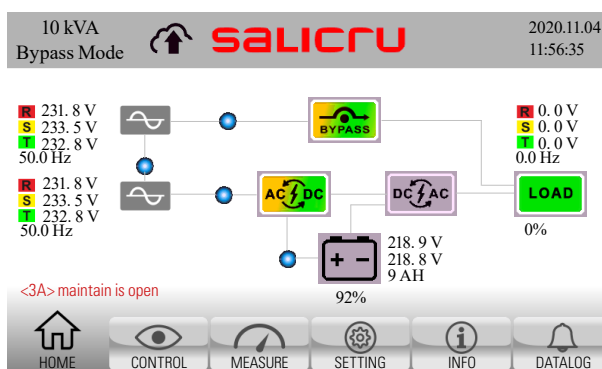

Fig. 58. Écran principal du panneau de commande avec l'avertissement de contact de bypass manuel ouvert.
3. Retirer le blocage mécanique de l'interrupteur de bypass manuel de l'onduleur (Q5) (uniquement pour les appareils au format tour) : desserrer les vis et retirer le cache métallique (voir Fig. 58).
4. L'équipement informe, par le biais de l'écran principal, à propos de l'état actuel avec l'avertissement <3A> maintain is open (Contact bypass de maintenance ouvert). Voir Fig. 58.
7. Vérifier que l'onduleur délivre la tension à la sortie par l'interrupteur de bypass de maintenance et par le bypass statique simultanément : vérifier que l'onduleur est en mode bypass et l'alarme <3A> **maintain is open** (Contact bypass de maintenance ouvert) présente, et que le synoptique sur l'écran principal du panneau de commande est tel qu'indiqué sur la Fig. 58.